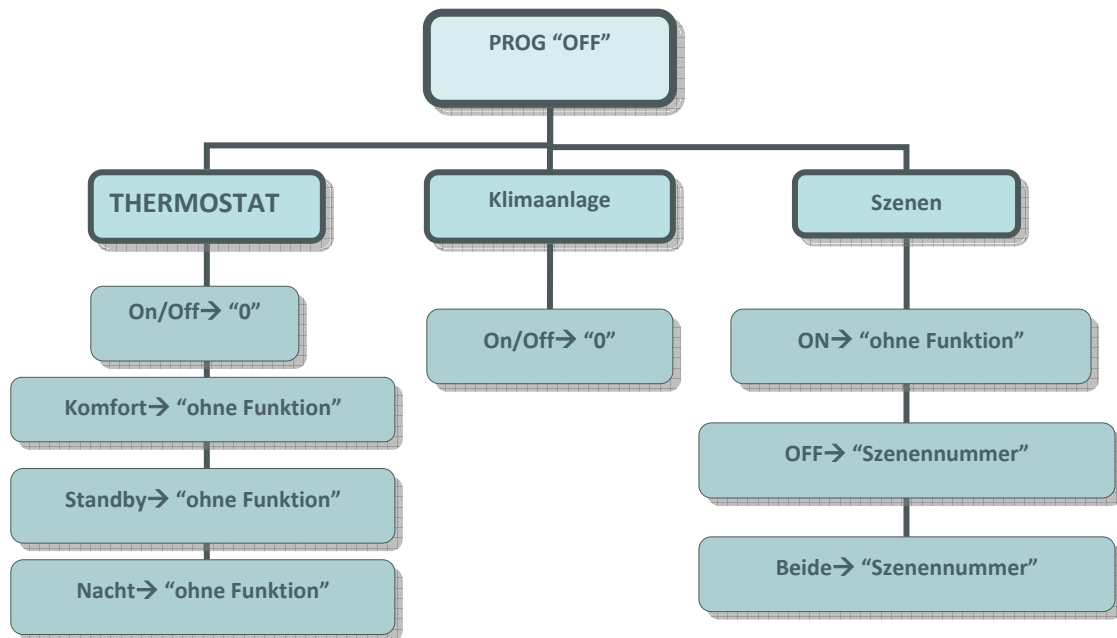

Bild 3.2
3.1 und Bild 3.2 kann man erkennen welche Auswirkung das Senden von “1” bzw.”0” über den jeweiligen Kanal auf Thermostat, Klimaanlage und Szenen hat.